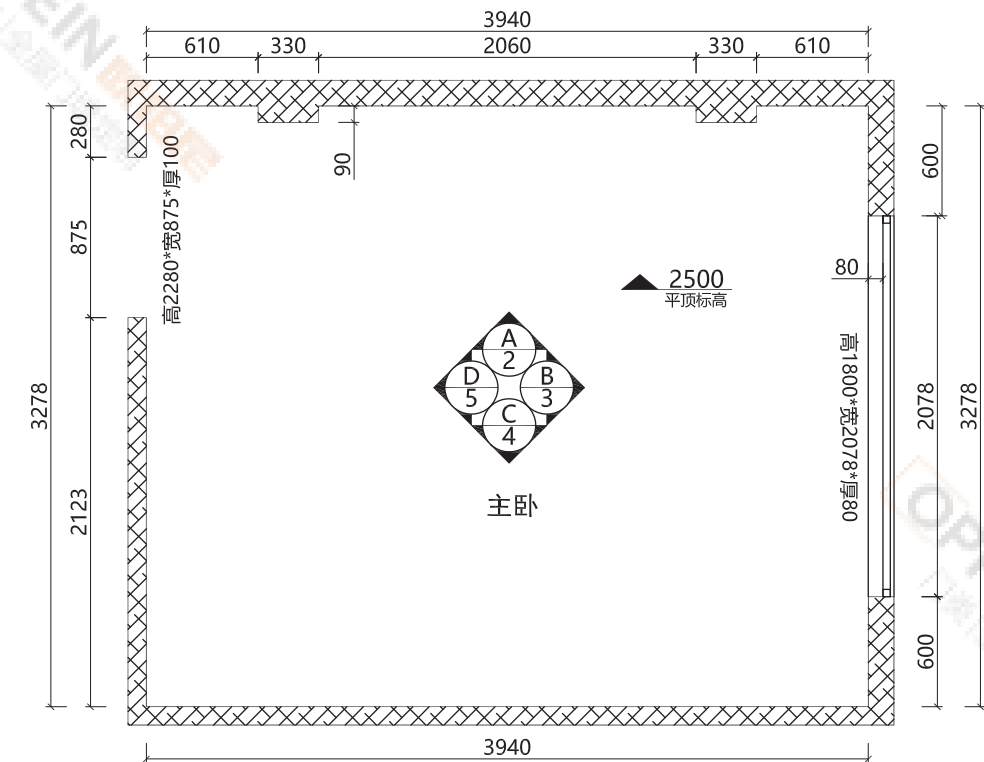

图3-8
(1) 绘制基层平面尺寸图。需备注清楚基层标高、门套、垭口套、窗套、嵌入式衣柜的洞口尺寸，方便设计引用及后期核对(图3-8)；